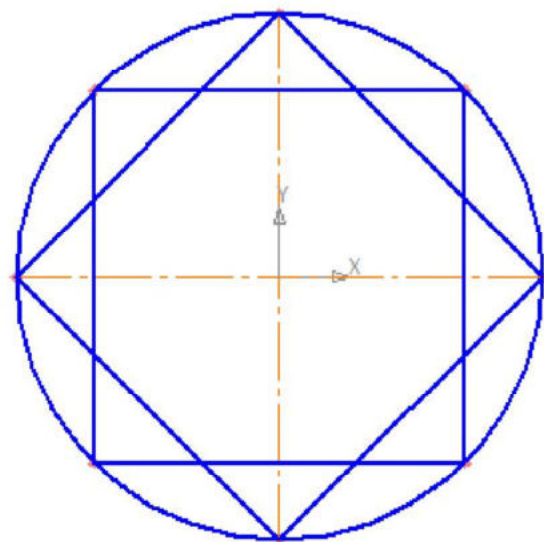

Рис. 3
- ☐ соедините точки через одну с помощью непрерывного ввода объекта (рис. 3);